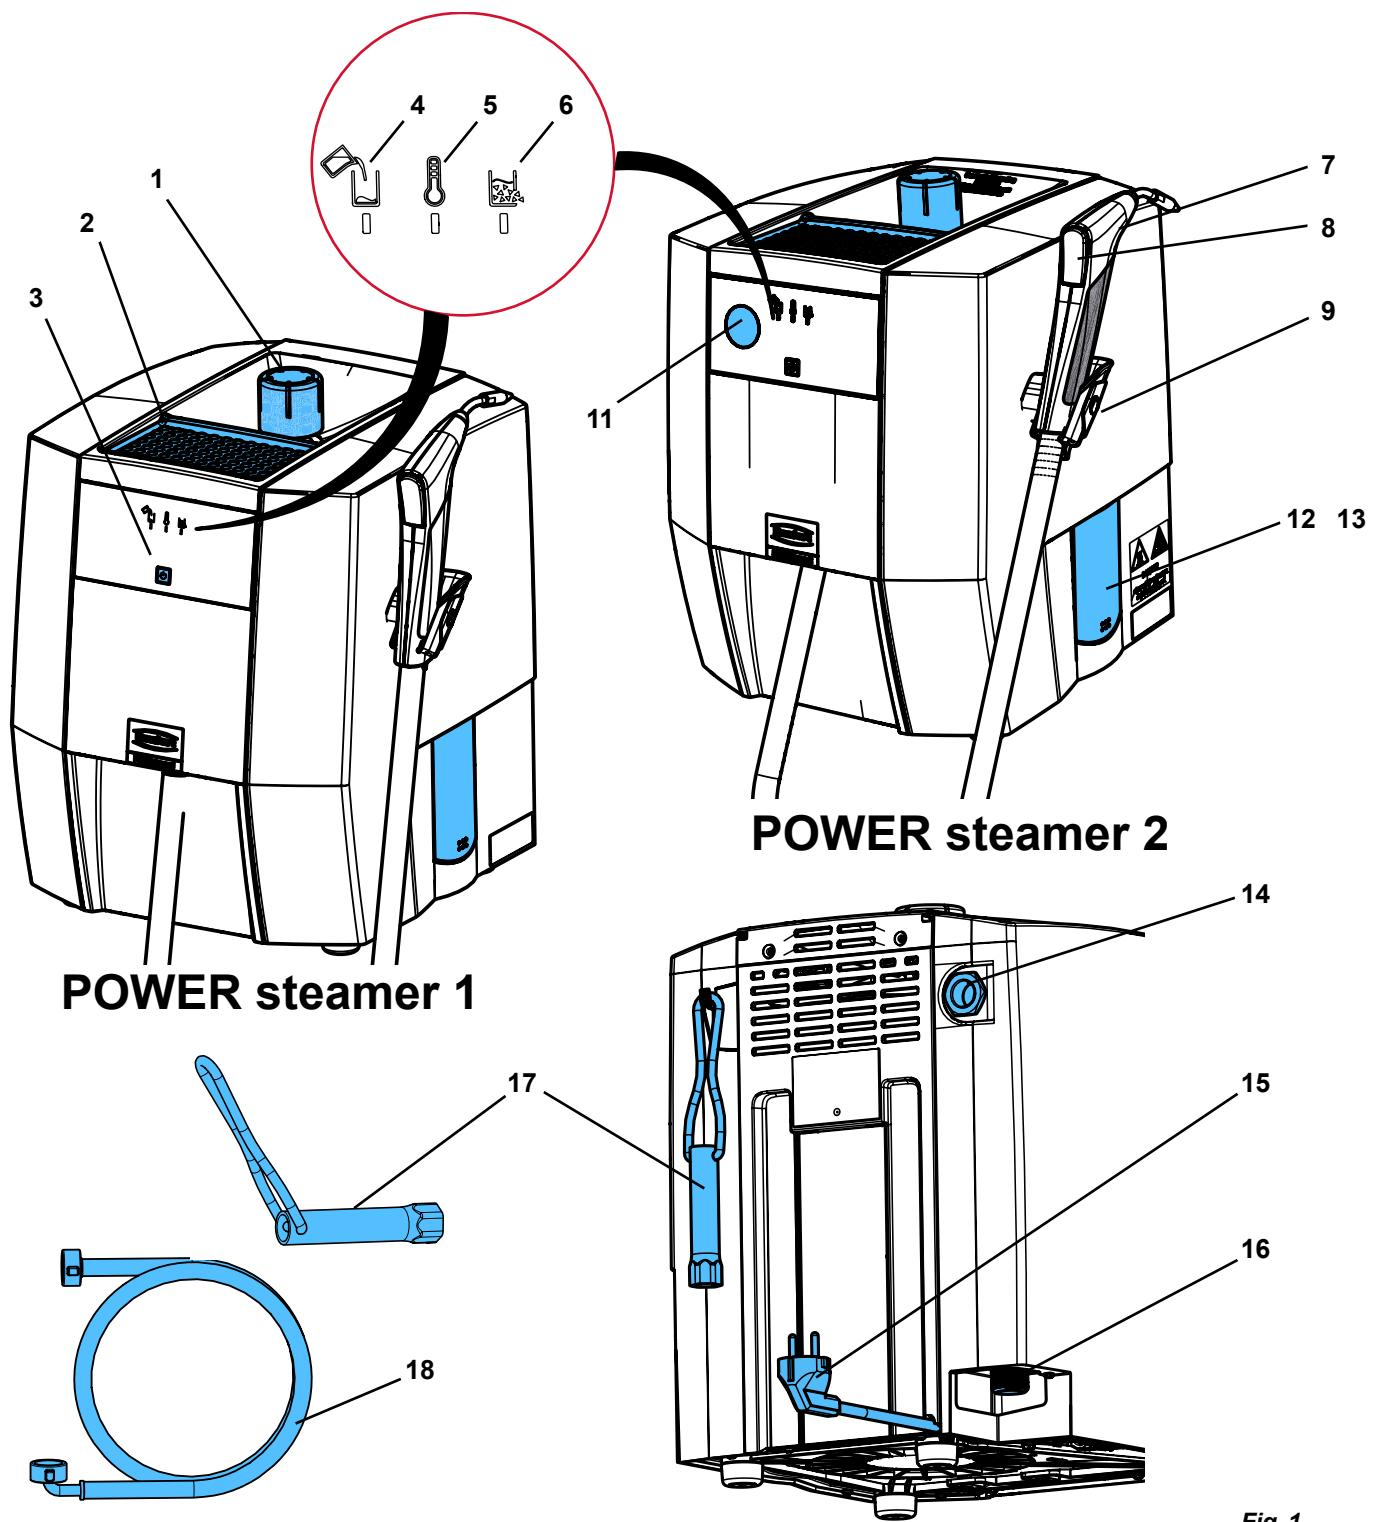

Fig. 1
Für Hinweise auf Bedienelemente siehe Fig. 1 auf Seite 2 dieses Dokuments.
For information on operating elements, see Fig. 1 on page 2 of this document.
<ul style="list-style-type: none"> Sieve in the water connection (16, Fig. 1) blocked. 	<ul style="list-style-type: none"> Unscrew the water hose, remove and clean the sieve.
Pour les renseignements sur les éléments de commande, voir Fig. 1 à la page 2 de ce document.
<ul style="list-style-type: none"> Tamis du raccordement à l'eau (16, Fig. 1) colmaté. 	<ul style="list-style-type: none"> Dévisser le flexible d'eau, retirer le tamis et le nettoyer.
Per informazioni sugli elementi di comando, vedere Fig. 1 a pagina 2 del presente documento.
<ul style="list-style-type: none"> Il filtro all'interno dell'allacciamento alla rete idrica (16, Fig. 1) è intasato. 	<ul style="list-style-type: none"> Svitare il tubo dell'acqua, estrarre il filtro e pulirlo.
Para mayor información sobre los elementos de mando, véase Fig. 1 de la página 2 de este documento.
• El filtro en la conexión de agua (16, Fig. 1) está obstruido.	• Desenrosque la manguera de agua, extraiga el filtro y límpielo.
Para informações sobre os elementos de comando ver Fig. 1 na página 2 desse documento.